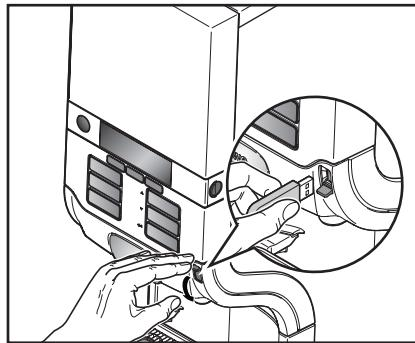

Рис. 23
- Вставить USB-ключ разблокировки в USB-разъем автомата, что даст возможность временного отпуска напитков. (Рис. 23)